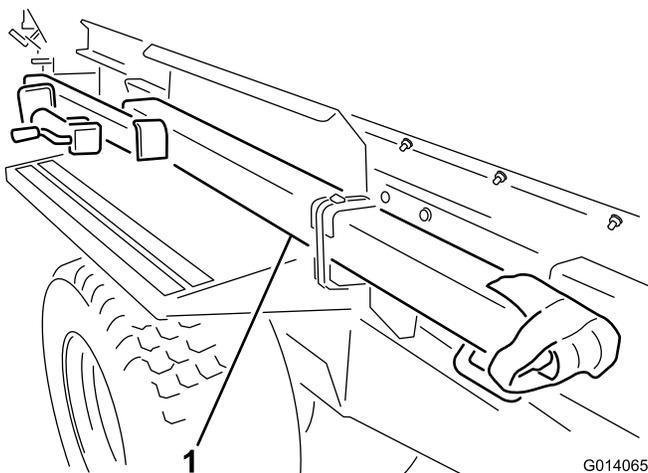

图3
3. 切断两条箍带，卸下运输位置的挂钩，把挂钩固定到挡泥板（图3）。卸下挡泥板上的两个安装支架并丢弃。